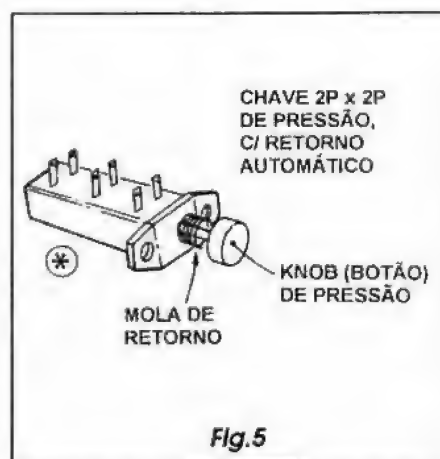

Fig.5
- FIG. 5 - DETALHES DA CHAVE FALA-ESCUA RECOMENDADA...